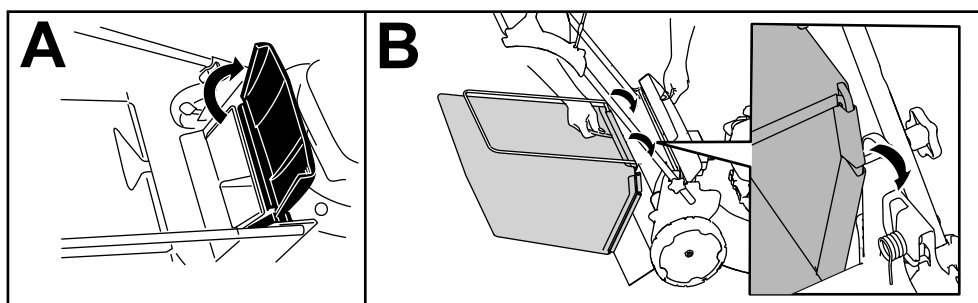

Figura 13
1. Levante y sujete el deflector trasero (Figura 13, A).
2. Instale la bolsa de recogida, asegurándose de que los pasadores de la bolsa descansan en las muescas del manillar (Figura 13, B).